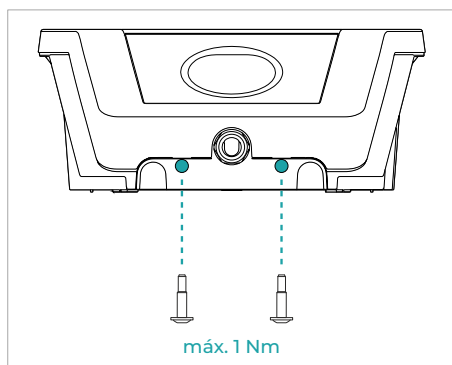

Fig. 10
- Fixe a moldura externa ao sistema de carregamento, utilizando os parafusos juntamente fornecidos nas posições indicadas na **Fig. 10**.